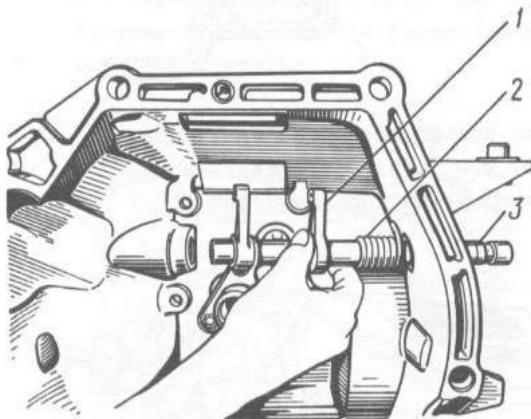

Bild 3-20. Aus- und Einbau der Kupplungsaustrückwelle:
- Welle in Pfeilrichtung entsprechend Darstellung in Bild 3-20 versetzen, das kurze Ende der Welle aus der kleinen Buchse herausziehen und die Welle aus Gehäuse herausnehmen;
- die mit Feder zusammengesetzte Welle durch die Bohrung für die große Plastbuchse führen, wie in Bild 3-20 gezeigt ist;